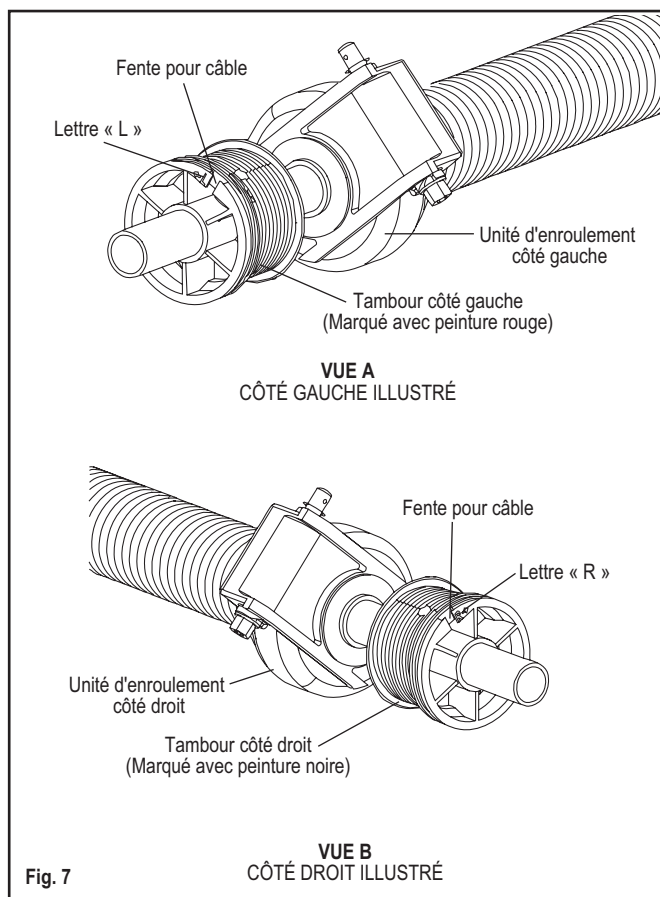

Fig. 7
Les tambours devraient être orientés de sorte que les fentes soient dirigées à l'opposé de(s) unité(s) d'enroulement et du support d'appui d'extrémité (si fourni) tel qu'illustré dans la Fig. 7, vues A et B. Les tambours sont désignés comme côté gauche et côté droit par les lettres « L » et « R », respectivement, qu'on retrouve près de la fente du câble.
**REMARQUE : S'assurer que le tambour marqué avec la lettre « L » est du côté gauche (Fig. 7, vue A) et que le tambour marqué avec la lettre « R » est du côté droit (Fig. 7, vue B).**